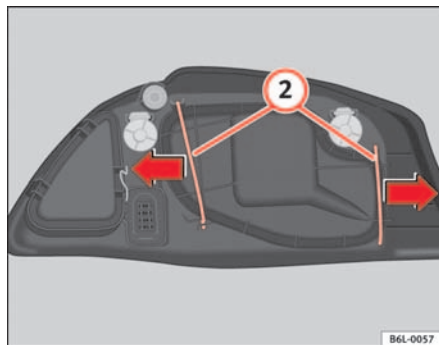

Fig. 144 Lámpara luz de carretera
- Desplace los tirantes (2) ⇒ fig. 144 hacia afuera, en el sentido de las flechas y retire la tapa.
- Coloque la tapa de plástico y coloque los tirantes (2) ⇒ fig. 144.